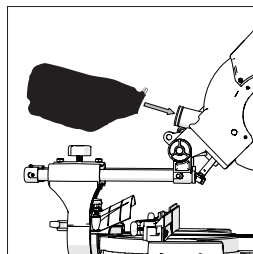

Fig. 41
- Pousser le sac à poussières sur la tubulure d'aspiration, s'assurer ce faisant que le clip à ressort prend sur la tubulure et maintient le sac à poussière en toute sécurité en place. (**Fig. 41**)